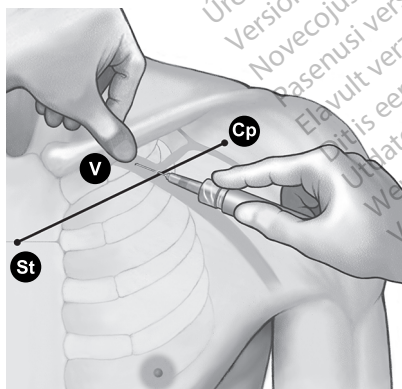

Figure 8. Emplacement du pouce et point d'entrée de l'aiguille
4. Appuyer le pouce contre l'index et déborder de 1 à 2 centimètres sous la clavicule pour protéger le muscle sous-clavier de l'aiguille (en cas d'hypertrophie manifeste du muscle pectoral, le pouce doit se projeter à environ 2 centimètres au-dessous de la clavicule car le muscle sous-clavier est sûrement lui aussi hypertrophié) (Figure 8 Emplacement du pouce et point d'entrée de l'aiguille en page 20).